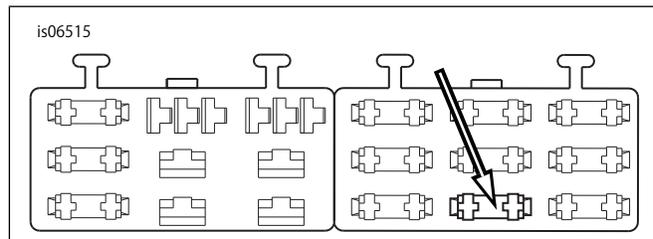

図8。「オープン」ヒューズブロックキャビティ(2004年以降 Dyna)
- 「図8」を参照してください。右ヒューズブロック内のヒューズブロックカバーの「オープン」と記されたヒューズキャビティ(1)を見つけます。オレンジ/白色アダプター配線のターミナルを止まるまで挿入します。正しい向きまたは深さを確認するには、近くにある工場出荷時に取り付けられているターミナルを参照してください。